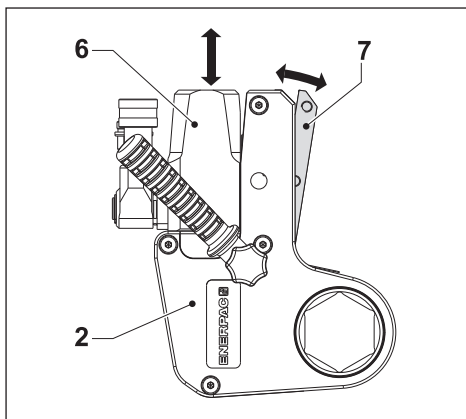

Рис. 4
(рис. 4 и 5)
3.3.2 Установка кассеты (рис. 4 и 5)
- Отведите рычаг освобождения кассеты (7) наружу.
- Убедитесь, что стягивающая тяга (12) совмещена с прорезью (14) в рычаге щеточки. Если необходимо, поверните шток поршня.
- Надвиньте привод на кассету и вставьте втулку (13) в отверстие в направляющей пластине привода (15).
- Нажмите на рычаг освобождения кассеты (7) в направлении кассеты (2). Убедитесь, что шариковый фиксатор защелкнулся. Проверьте, что рычаг освобождения кассеты находится в полностью закрытом положении.